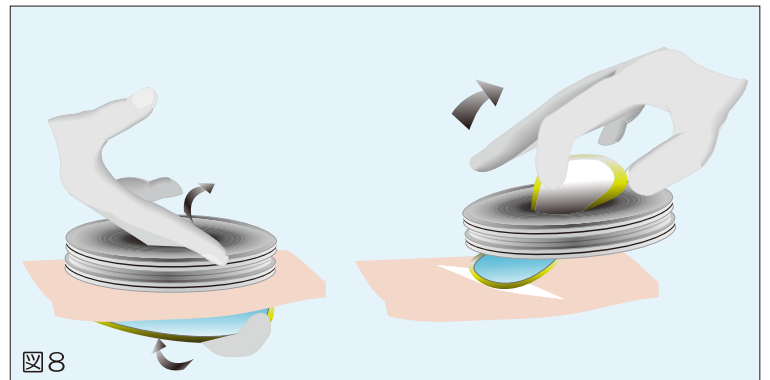

図8
- 1.開放した状態のアイリスバルブから指先を挿入し、腹壁を固定しているフレキシブルリングの一部をつかみ、ゆっくり創から取り出す。(図8)